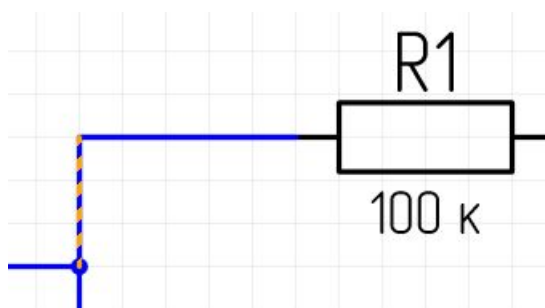

Рис. 71 Сегмент проводника
- Сегмент проводника – прямой отрезок линии электрической связи, см. Рис. 71.